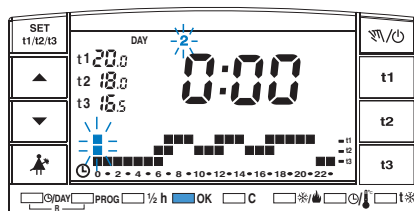

fig. 4
Après avoir terminé la programmation des températures du Lundi, reprogrammer en cas d'erreur (il est possible d'utiliser les touches ▲ ▼ pour se déplacer rapidement sur l'heure à reprogrammer sur l'échelle thermique: l'heure correspondante est visualisée sur l'afficheur), ou appuyer sur la touche **OK** pour confirmer le programme introduit. La confirmation (**OK**) fixe en mémoire le programme introduit (pour Lundi) et l'afficheur fait clignoter un tiret sous le Mardi (2) et les chiffres au niveau de l'heure 0:00, superposés à l'échelle thermique programmée pour la veille (fig. 4 sur la page suivante).